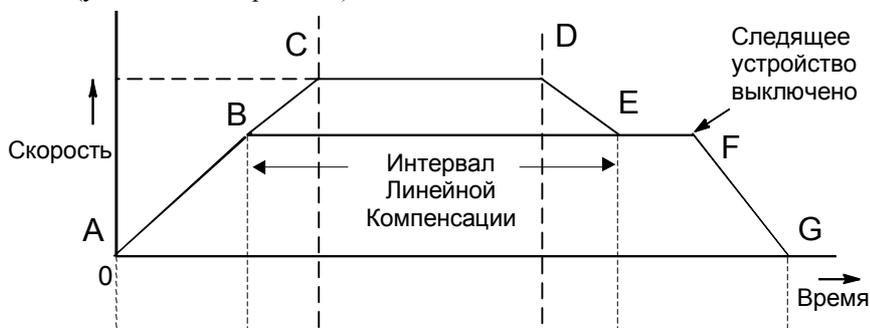

Рис. 4-1. График скорости во время линейного цикла следящего устройства
- Ускорение следящей оси для достижения скорости ведущей оси после включения следящего устройства (участок АВ на рис. 4-1)
- Компенсация отсчетов команды ведущей оси, потерянных во время разгона следящего устройства (участки ВС и DE на рис. 4-1)
- Торможение для остановки после выключения следящего устройства (участок FG на рис. 4-1).
- **Режим Интервала Компенсации** – в этом режиме длительность процесса компенсации равна интервалу времени, заданному параметром Ramp Makeup Time (Интервал Линейной Компенсации) (см. рис. 4-1). Этот режим является режимом по умолчанию.